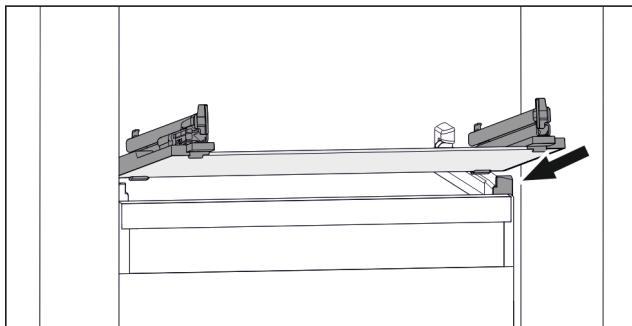

Fig. 48 Primjerni prikaz staklene ploče
- ▶ Stavite ladicu ukoso iza zaustavljača. (pogledajte Fig. 48)